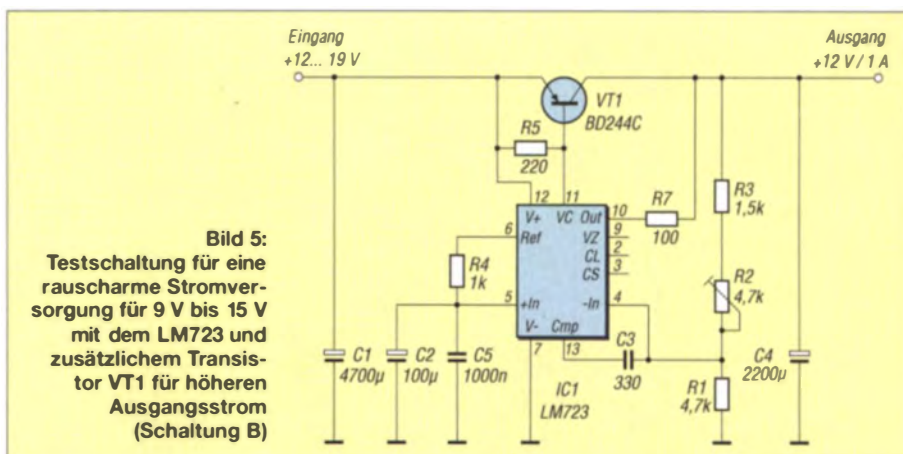
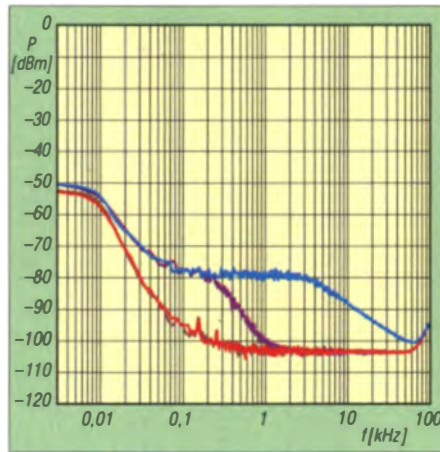
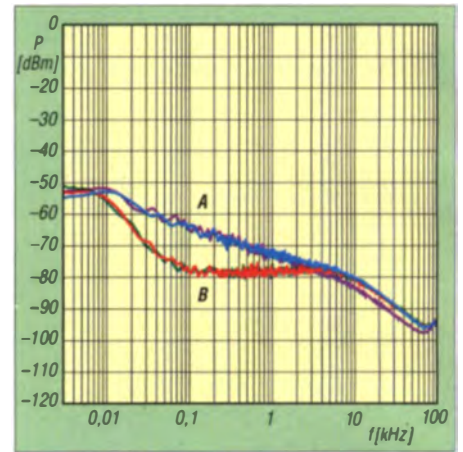
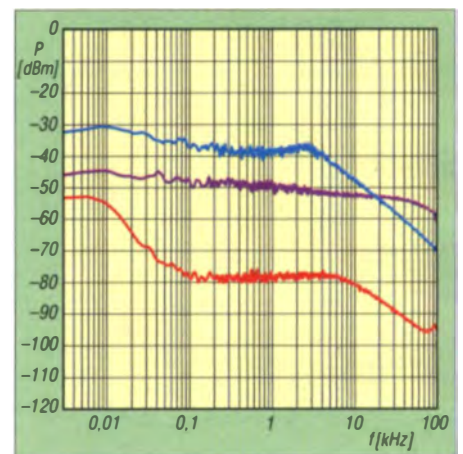

Bild 5: Testschaltung für eine rauscharme Stromversorgung für 9 V bis 15 V mit dem LM723 und zusätzlichem Transistor VT1 für höheren Ausgangsstrom (Schaltung B)
Bild 6: Rauschpegel bei unterschiedlicher Laststrom und RC-Filter, siehe Tabelle 2
Bild 7: LM723 ohne (A) und mit nachgeschaltetem PNP-Transistor (B), siehe Tabelle 3
Bild 8: Übliche „Dreibein-Regler“ erzeugen deutlich höhere Rauschpegel, siehe Tabelle 5.
Benötigt man einen Ausgangsstrom von mehr als 150 mA, kann die Außenbeschaltung des LM723 um einen Leistungstransistor erweitert werden (Bild 5). Für ein niedriges Rauschen ist es von entscheidender Bedeutung, dass man die Variante mit dem PNP-Transistor verwendet, da diese wesentlich rauschärmer arbeitet als die sonst übliche Schaltung mit einem NPN-Emitterfolger.
In Tabelle 2 und Bild 6 sind die Messergebnisse bei Variation des LC-Filters und des Laststroms dargestellt. Messung Nr. 3 zeigt das Rauschen der Schaltung gemäß Bild 5 ohne Laststrom. Bei Messung Nr. 4 wurde die Schaltung mit $I_A = 180$ mA belastet und man sieht, dass das Rauschen ab etwa 500 Hz zwar ansteigt, aber trotzdem auf einen sehr niedrigen Niveau bleibt. Für die Messungen Nr. 1 und Nr. 2 wurde am Ausgang der Schaltung ein zusätzliches RC-Filter mit $R = 3,3 \Omega$ und $C = 4700 \mu F$ eingefügt. Damit lassen sich extrem niedrige Rauschwerte erzielen. Diese bleiben auch bei Belastung erhalten. Die Messbandbreite betrug dabei 50 kHz.
sungen mit einer Bandbreite von 10 kHz durchgeführt. In Tabelle 3 und 4 sowie in Bild 7 sind die Ergebnisse dargestellt. Bei den Messungen Nr. 3 und Nr. 4 in Tabelle 3 wird der LM723 in Schaltungsvariante A mit unterschiedlichen Lastströmen beaufschlagt. Bei den Messungen Nr. 1 und Nr. 2 geschieht das Gleiche in Schaltungsvariante B. Festzustellen ist, dass bei beiden Varianten das Rauschen durch eine Erhöhung des Laststroms kaum verändert wird. Bemerkenswert ist, dass die Schaltung B mit dem PNP-Transistor noch weniger rauscht als der LM723 allein. Mindestens ebenso interessant sind die in Tabelle 5 und Bild 8 dargestellten Ergebnisse. Sie dienen dem Vergleich zwischen der Stromversorgung mit einem LM723 in Schaltungsvariante B und einer Stromversorgung mit zwei oft verwendeten Spannungsreglern der Serie 78SXX (in diesem Fall mit 7,5 V Ausgangsspannung) und dem LM317, der für 9 V Ausgangsspannung be-
Tabelle 2: Variation des RC-Filters und unterschiedlicher Laststrom in der Testschaltung gemäß Bild 5; Messkurven in Bild 6
Tabelle 3: Unterschiedlicher Laststrom und kein RC-Filter in den Testschaltung gemäß Bild 1 (A) bzw. Bild 5 (B); Messkurven in Bild 7